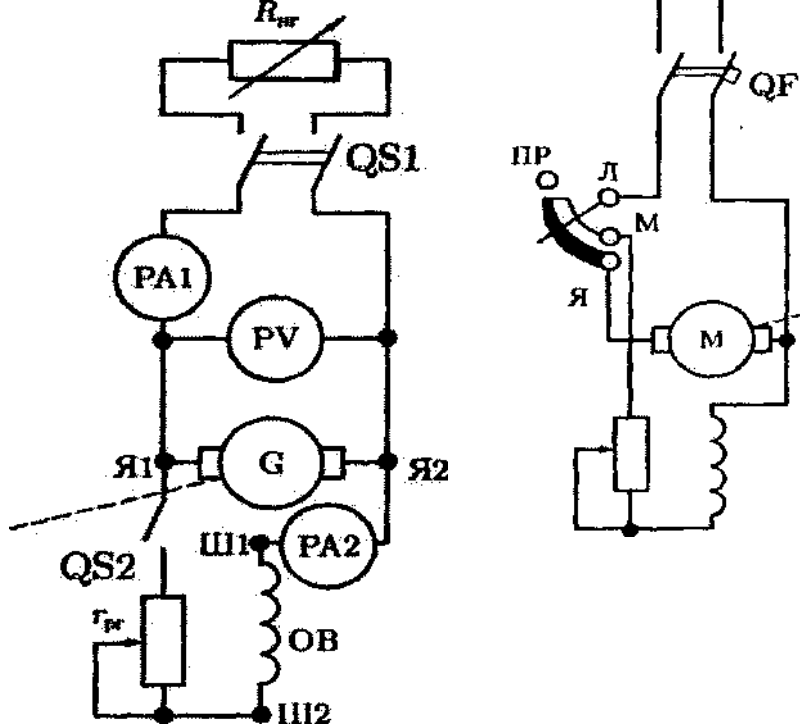

Рис. 16.1. Схема включения генератора постоянного тока параллельного возбуждения условий самовозбуждения, возможность регулировки и нагрузки генератора.
Представленная на рис. 16.1 схема соединений
2. Собрать схему по рис. 16.1 и после проверки ее преподавателем выполнить пробный пуск